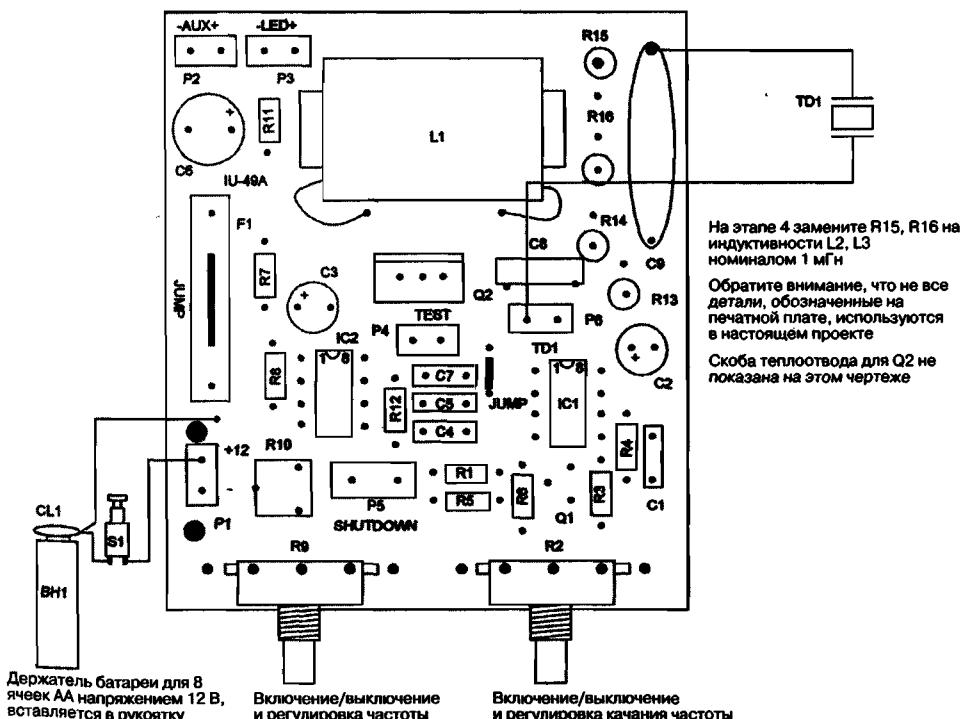

Рис. 27.3. Сборка устройства с использованием печатной платы
2. Сборка устройства при использовании печатной платы с разводкой печатными проводниками PCB, которую можно приобрести через сайт www.amasing1.com, показана на рис. 27.3. Плату PCB можно купить как опцию для недостаточно подготовленных или нетерпеливых любителей, а опытные любители могут использовать макетную плату с перфорацией отверстий и соединять компоненты между собой согласно принципиальной схеме гибким проводом. Используйте расположение компонентов на рис. 27.3 как образец для определения места расположения компонентов на вашей макетной плате и соединения их между собой по схеме. Отдельные выводы компонентов будут использоваться в качестве